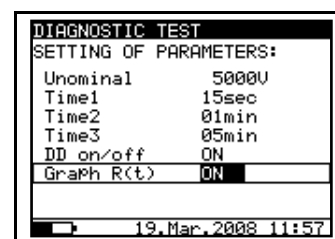

Рис. 20. Вид меню настроек при диагностической проверке
- Нажмите клавишу **SELECT**, при этом появится меню настроек, как показано на **Рис. 20**.